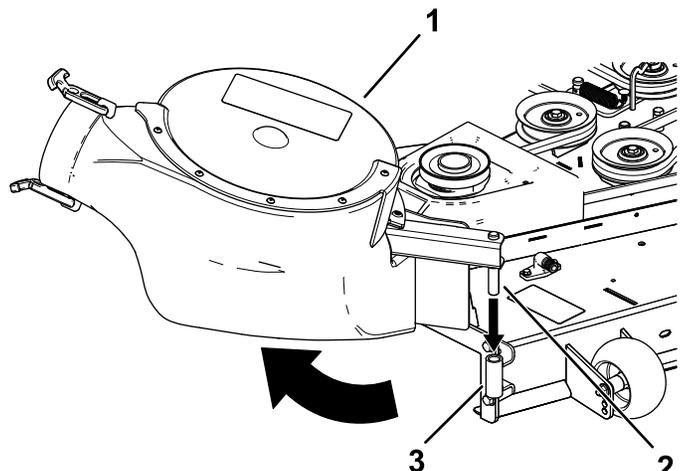

Figure 13
2. Insérez l'axe d'articulation du ventilateur dans le support et faites pivoter le ventilateur vers l'intérieur et la machine (Figure 13).